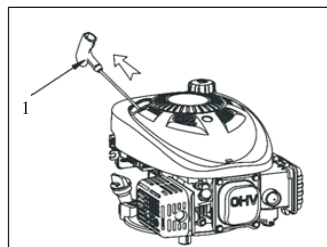

Fig. 3
⚠ ATTENZIONE: Non lasciare che la maniglia di avviamento (1) rinculi contro il motore. Riposizionarla con delicatezza onde non danneggiare l'avviamento. (Fig. 3)